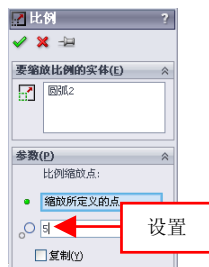

图 3-29 设置参数值
(4) 弹出【比例】属性管理器, 拾取圆心点, 设置【比例因子】为 5, 如图 3-29 所示。